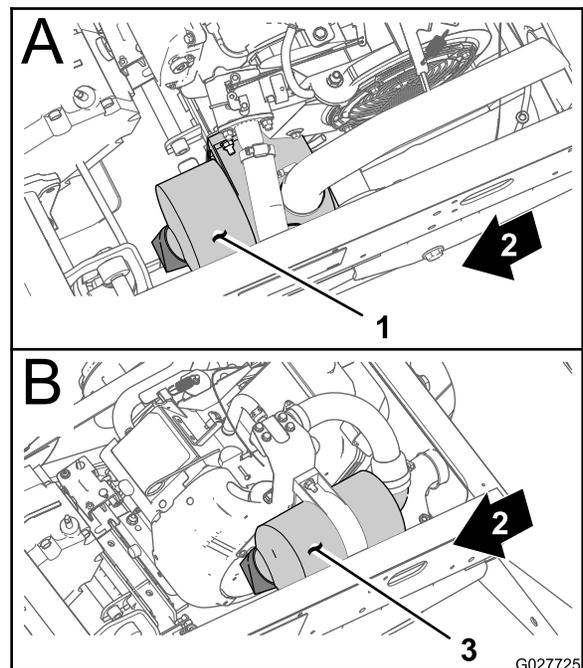
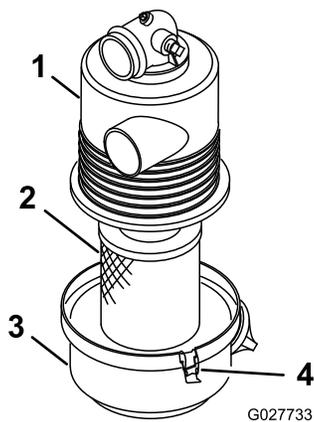

Figura 37
Figura 38
2. Verifique se existe algum dano no corpo do filtro de ar que possa provocar uma fuga de ar. Certifique-se de que a cobertura do filtro de ar se encontra corretamente colocada no respetivo corpo (Figura 37 e Figura 38).
3. Liberte os trincos que fixam a cobertura do filtro de ar à respectiva caixa (Figura 38).
4. Separe a cobertura do filtro de ar da caixa e limpe o interior da cobertura (Figura 38).
3. Insira o elemento do filtro de ar na caixa do filtro (Figura 38).
4. Alinhe a cobertura do filtro do ar com a caixa (Figura 38).
5. Prenda a cobertura à caixa com as patilhas (Figura 38).